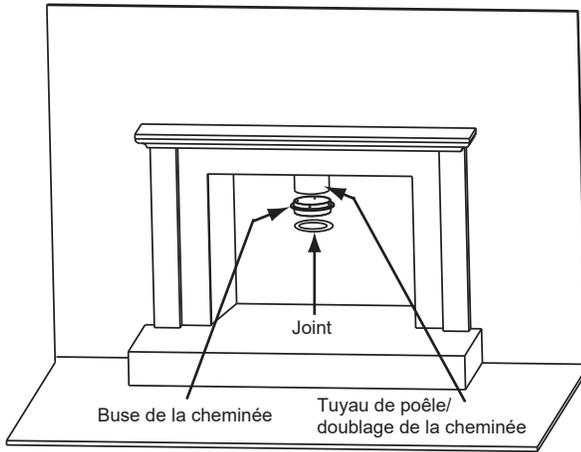

Figure 18.1
1. Il y a 4 trous pré-perçés dans la buse séparés de 90 degrés. Attachez la buse au conduit/doublage du poêle. Si le joint n'est pas en bon état, utilisez du mastic pour hautes températures (**Figure 18.1**).